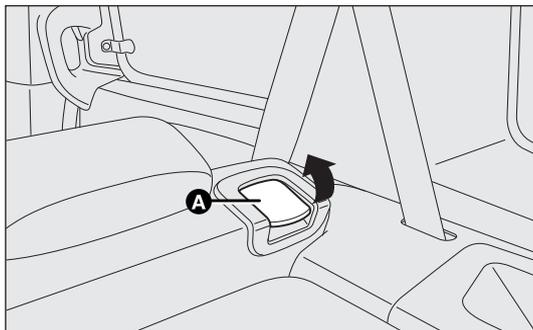

fig. 89a
- ❑ soulever le levier A-fig. 89a de retenue du dossier et le rabattre en avant afin d'obtenir un compartiment de charge uniforme. Le soulèvement du levier est signalé par une « bande rouge ».